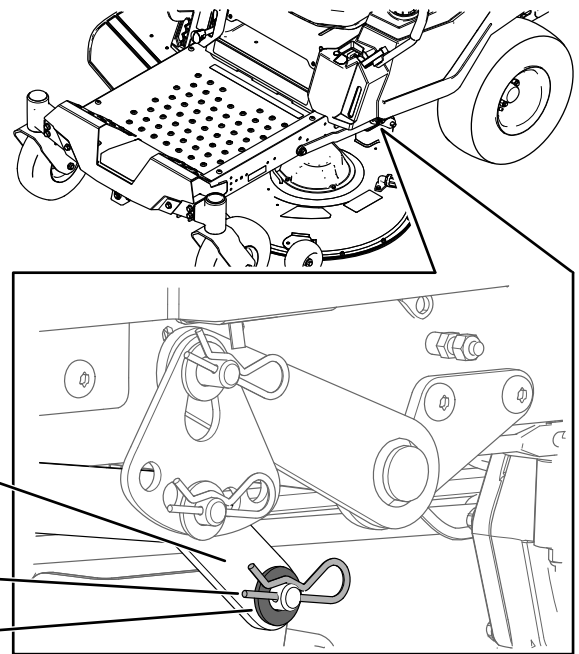

図 70
7. 機体の左右どちらかで、デッキピンからヘアピンコッターとワッシャを外す 図 70。
8. デッキピンから昇降アームを外す 図 70。
5. 機体の左右どちらかで、デッキ後部を持ち上げて昇降アームをデッキピンに取り付ける 図 70。
6. ワッシャとヘアピンコッターで昇降アームを取り付ける 図 70。